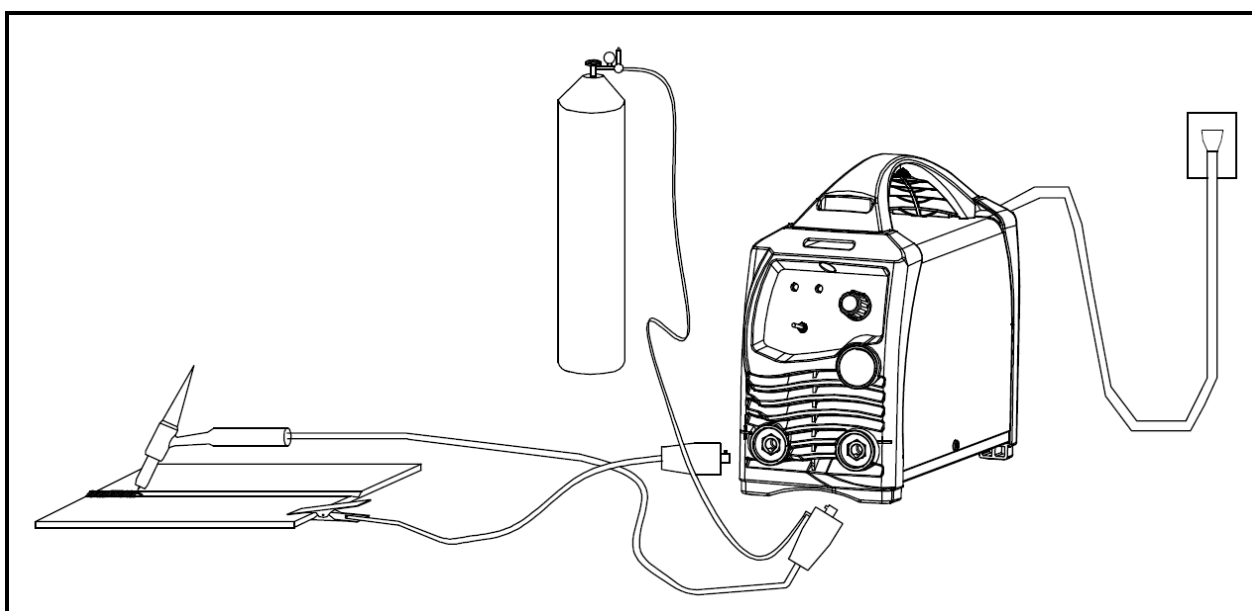

Fig. 7 Diagramme schématique de Soudage TIG Lift Arc.
- 3) Changez la position du commutateur MMA/TIG à MMA, le soudage peut être effectué avec le courant de sortie à un niveau de courant nominal. Changez la position du commutateur MMA/TIG à TIG, excitez l'arc et soudez en mode Lift arc. L'arc peut être excité avec un courant d'excitation Lift arc au niveau du courant nominal, et le soudage peut être réalisé avec le courant de soudage à un niveau de courant nominal. (Voir Fig. 7 ci-dessus)